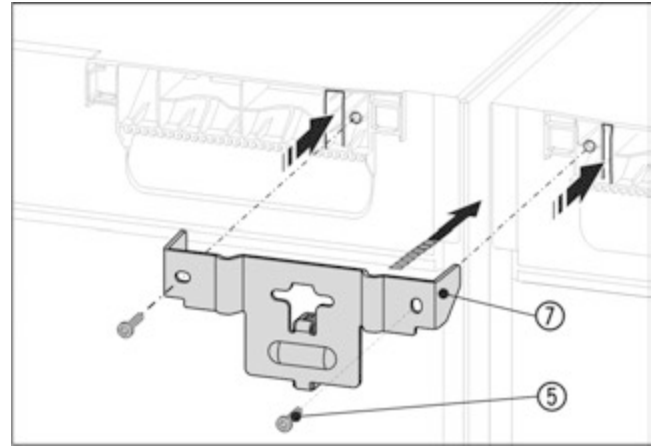

Fig. 16 Приблизне відображення
- ▶ Всунути кут Fig. 16 (7) з дистанційною прокладкою між пристроями і з планками в кришку пристрою. Закрутити 2 гвинтами Fig. 16 (5).